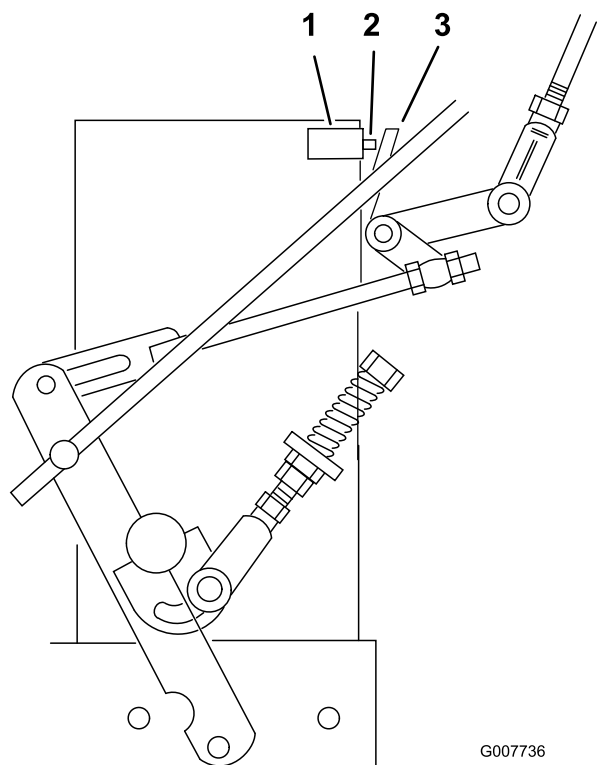

Figure 31
7. Le contacteur de sécurité doit être enfoncé et un espace de 8 mm doit exister entre la languette d'actionnement et le contacteur (Figure 31).
8. Au besoin, ajuster la position du contacteur pour obtenir un espace de 8 mm (Figure 31).